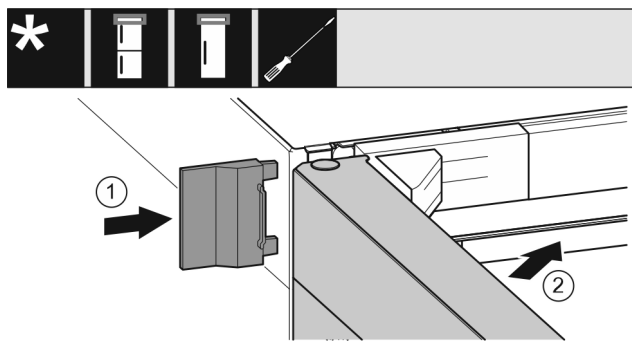

Fig. 28
- ▶ Navlecite zunanji pokrov Fig. 28 (1).
- ▶ Zaprite zgornja vrata Fig. 28 (2).